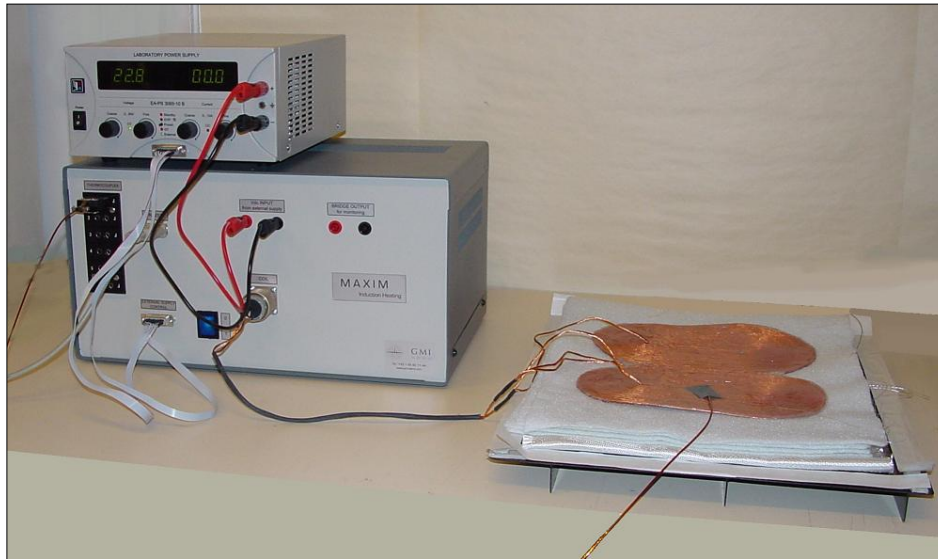

Рисунок 2: Система MAXIM для подачи энергии и управления индукционным нагревом, разработанная компанией GMI
- с) подготовки поверхности для предстоящего ремонта. Рисунок 2.